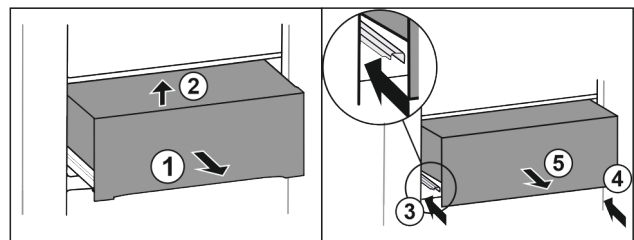

Fig. 40\*
- ▶ Schubfach halb herausziehen Fig. 40 (1).\*
- ▶ Vorne anheben Fig. 40 (2).\*
- ▶ Linke Schiene einschieben Fig. 40 (3).\*
- ▶ Rechte Schiene einschieben Fig. 40 (4).\*
- ▶ Schubfach nach vorne entnehmen Fig. 40 (5).\*